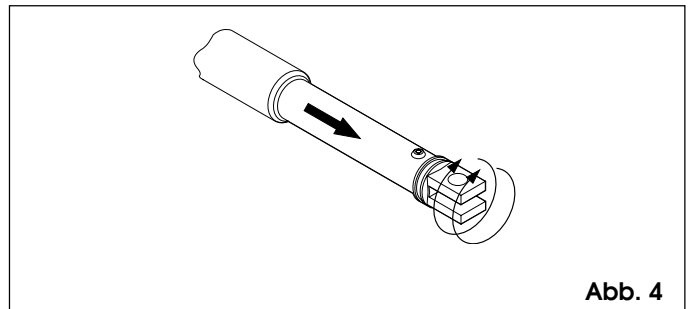

Abb. 4
- 4) Spindel bis zum Anschlag ausfahren (Abb. 4).
- 6) Spindel zweimal im Uhrzeigersinn drehen (Abb. 4).